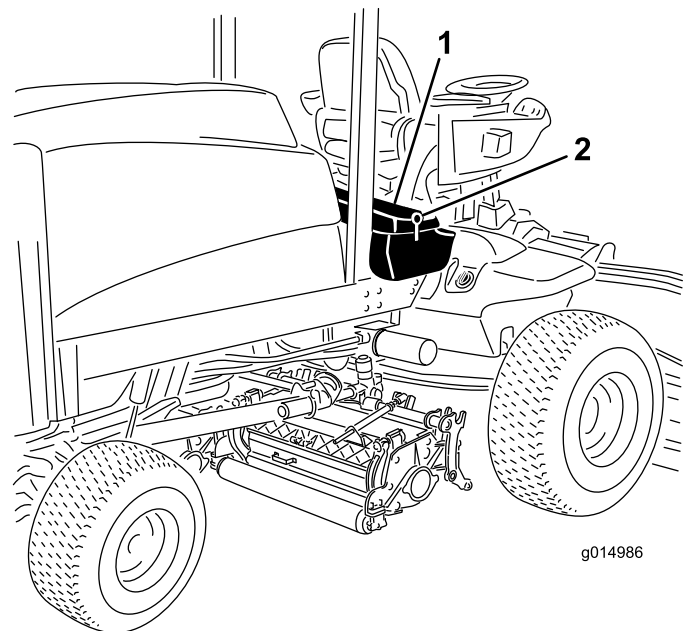

Figura 63
1. Desbloqueie e eleve o painel da consola do operador (Figura 63).